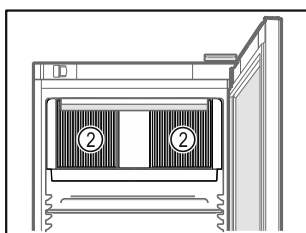

Fig. 53
- Se till att inte blockera ventilationsgallren Fig. 53 (2) för fläkten inne i skåpet.